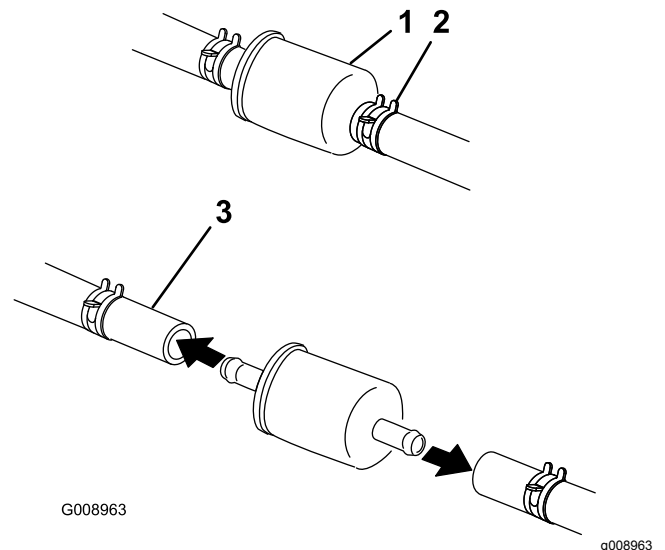

Figure 59
- Remplacez le filtre à carburant (Figure 59).